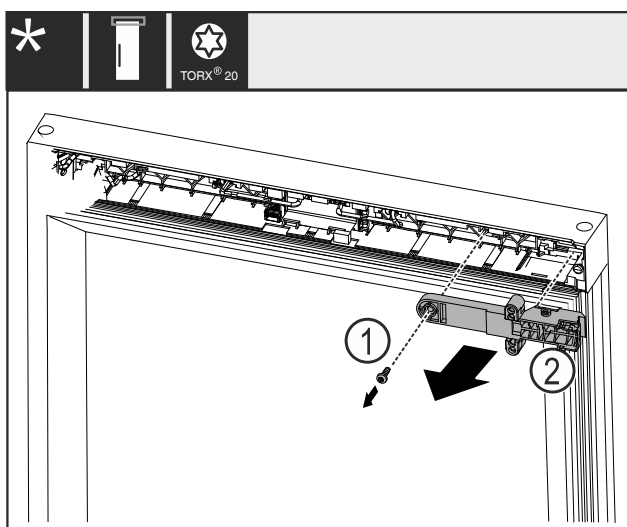

Fig. 25
- Izņemiet skrūvi Fig. 25 (1).
- Noņemiet slēdzenes turekli Fig. 25 (2).